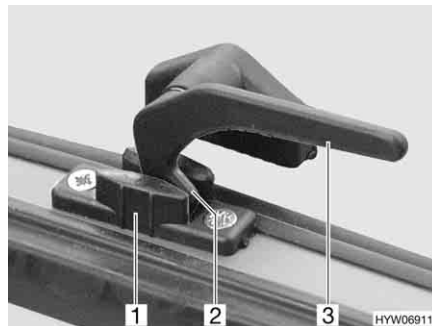

Bild 13 Verriegelungshebel in Stellung "Dauerbelüftung"
- in Stellung "Dauerbelüftung" (Bild 13)
- Den Verriegelungshebel (Bild 13,3) eine viertel Umdrehung zur Fenstermitte hin drehen.
- Den Verriegelungshebel eine viertel Umdrehung zum Fensterrahmen hin drehen. Die Verriegelungsnase (Bild 13,2) dabei in die Aussparung der Fensterverriegelung (Bild 13,1) einfahren.